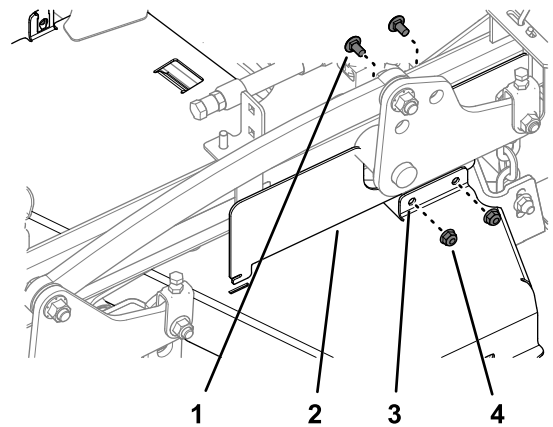

**Bild 42**
1. Montieren Sie die linke Riemenabdeckung mit den drei Schrauben, die Sie in Entfernen der linken Riemenabdeckung \(Seite 30\) entfernt haben, an das Mähwerk (Bild 42).